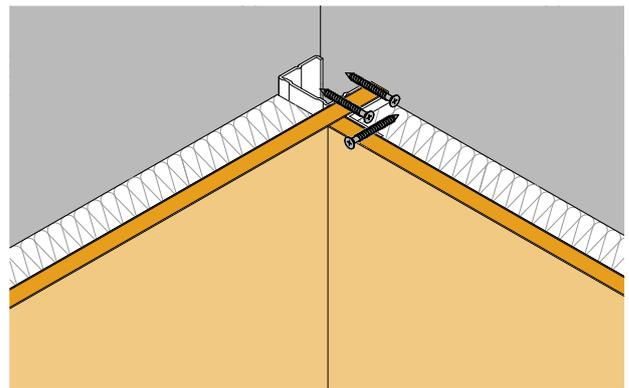

ABBILDUNG 27: Corner detail
9. Verwenden Sie eine Schiene mit L-Profil an der Abschlusschiene, um die Ecken auszubilden/zu verstärken [Abb. 27]